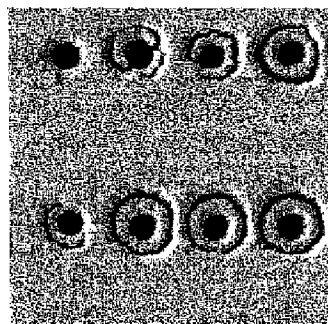

FIG 2
- b) Evitare la formazione di contatti denominati 'a doppio bordo', come da Fig.2 che sono critici quando la dimensioni dei contatti è dell'ordine di grandezza dei 0.2 µm o minori e la distanza contact-to-contact è dell'ordine di grandezza di 0.5µm.